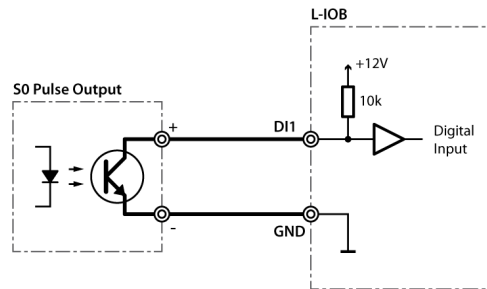

Abbildung 190: S0-Pulszähler an DI
S0-Pulszähler müssen an Digitaleingänge (DI) angeschlossen werden, siehe Abbildung 190.